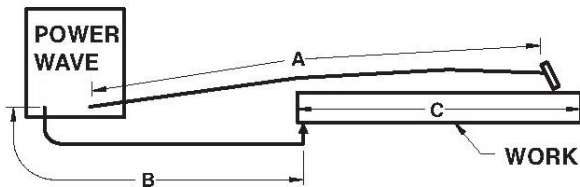

Abbildung Nr. 6
Überhöhte Kabelinduktivität verursacht eine herabgesetzte Schweißleistung. Es gibt verschiedene Faktoren, die zur Gesamtinduktivität des Verkabelungssystems beitragen, wozu Kabelquerschnitt und Schleifenfläche gehören. Die Schleifenfläche wird durch den Abstand zwischen den Elektroden- und Werkstückkabeln und die gesamte Schweißschleifenlänge bestimmt. Die Schweißschleifenlänge wird als die Gesamtlänge von Elektrodenkabel (A) + Werkstückkabel (B) + Werkstückerdleitung (C) definiert (siehe Abbildung Nr. 6). Verwenden Sie zur Minimierung der Induktivität